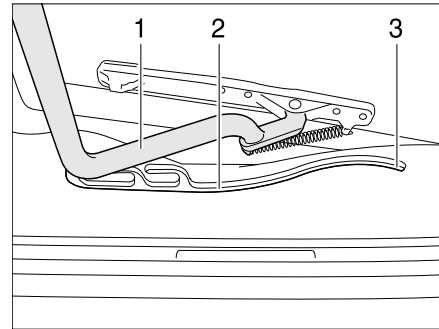

Bild 47 Heki-Dachhaube, Führung
- Den Bügel (Bild 47,1) in den Führungen (Bild 47,2) bis in die hinterste Position (Bild 47,3) ziehen.
- Den Bügel (Bild 47,1) mit beiden Händen leicht nach oben drücken.
- Den Bügel in den Führungen (Bild 47,2) bis zur gewünschten Stellung ziehen.